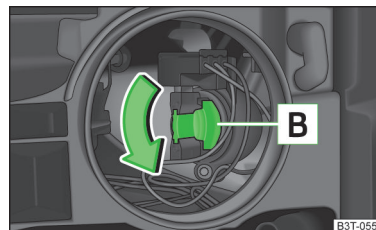

Fig. 201
- > Rotiți soclul **B** » fig. 201 până la limită în sensul săgeții.